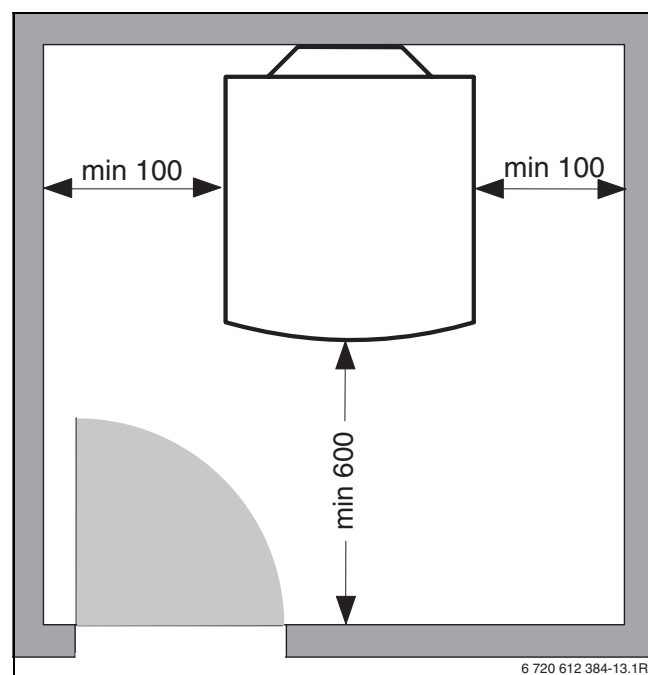

Fig. 2 Distances minimales recommandées par rapport aux murs
- Respecter les distances minimales par rapport aux murs (→ figure 2 page 5).